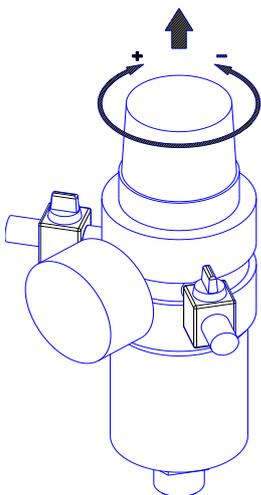

Рисунок 5
7.3.1 Настройка давления в подсоединенных пневматических инструментах регулятором давления осуществляется следующим образом (см. рисунок 5):